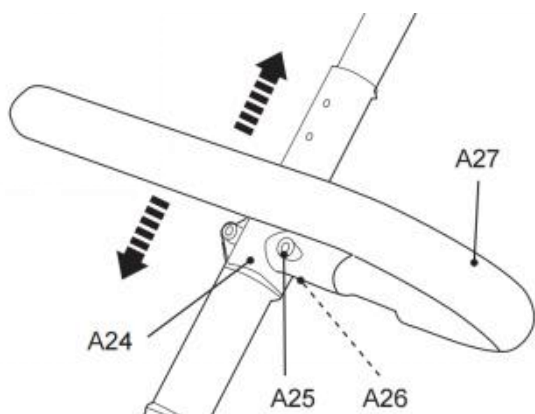

Fig. 35
2. Przesuń wspornik (A24) w górę lub w dół do jednej z trzech pozycji, aż otwory montażowe zrównają się (rys. 35).